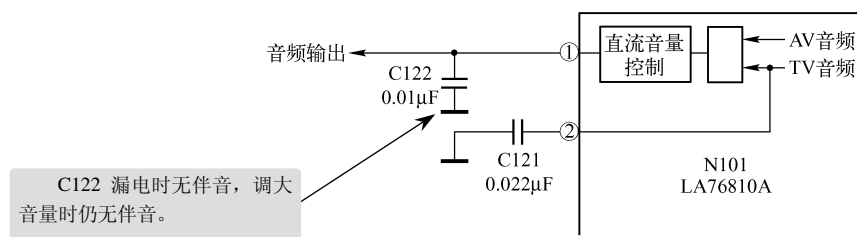

图 7-15 直流音量控制电路故障检修
检查与分析：首先检查 N101 (LA76810A) ①、②脚电压，发现②脚电压为 0V，正常时应为 2.4V。进一步检查外围元器件，C121 已漏电损坏，将其换新后，故障被排除，如图 7-15 所示。
小结：在如图 7-15 所示中，N101②脚外接 C121 只用于 TV 音频信号滤波。因此，在发生 TV 状态无伴音或伴音异常时，可试转换输入一下 AV 伴音信号，若此时伴音正常，则可将 C121 直接换新。